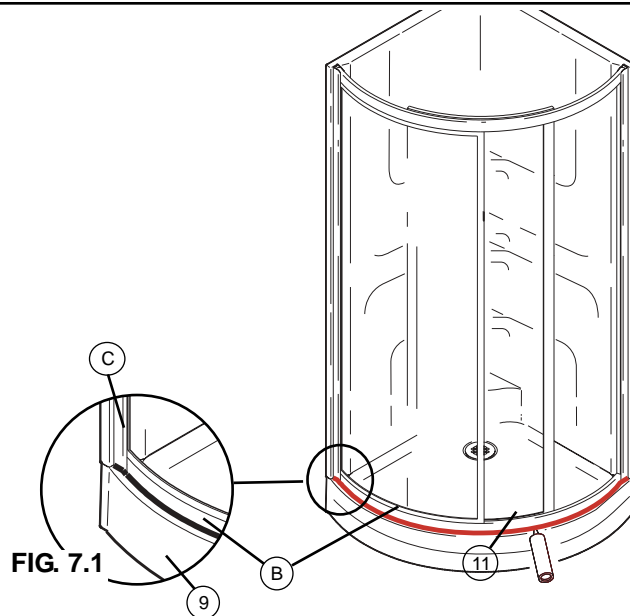

FIG. 7
- Apply silicone around the outside perimeter of the bottom rail (B) (Fig. 7) and the wall jamb (C) (Fig. 7.1). **Do not apply silicone on the shower inside**, this would cause the unit to leak.
- Appliquez de la silicone du côté extérieur de la porte, entre la base de douche (9) et le rail inférieur (B) (Fig. 7) et entre la base (9) et la partie inférieure du montant mural (C) (Fig. 7.1). **N'appliquez pas de silicone à l'intérieur de la douche**, cela causerait des fuites.
- Selle el exterior de la puerta con silicona, allí donde se une la base de la ducha (9) al riel inferior (B) (Fig. 7), y entre la base (9) y la parte inferior de la jamba mural (F) Fig. 7.1. **No aplique silicona en la parte de adentro de la ducha**, puesto que causaría fugas.